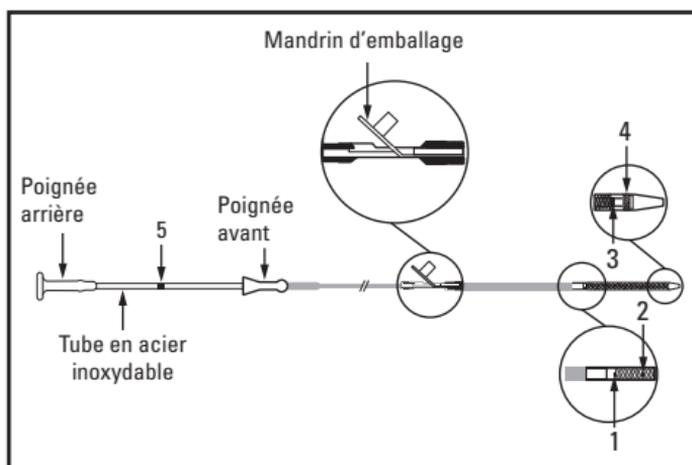

Figure 2. Système de stent biliaire WallFlex RX
Le système de mise en place est conçu avec un tube coaxial. Le tube externe permet de contracter le stent avant son déploiement, puis de le recontracter après son déploiement partiel si un repositionnement est nécessaire. Le tube externe est doté d'une section transparente permettant la visualisation du stent contracté. La zone de transition jaune du tube interne du dispositif de mise en place est visible entre le stent et la gaine externe bleue. Les quatre repères radio-opaques facilitent le déploiement du stent sous radioscopie (Figure 2).
Les deux repères radio-opaques visibles du tube interne du système de mise en place permettent d'identifier les extrémités du stent contracté (Figure 2, n° 1 et 3). Un repère radio-opaque supplémentaire présent entre ces deux repères indique l'endroit à partir duquel le stent ne peut plus être contracté (Figure 2, n° 2). Le quatrième repère radio-opaque visible de l'extrémité antérieure du tube externe indique le niveau de déploiement du stent (Figure 2, n° 4). Le tube interne comporte un repère visuel situé entre les poignées pour faciliter le déploiement du stent (Figure 2, n° 5). Le repère visuel indique le point à partir duquel le stent ne peut plus être contracté. Le tube interne est doté d'une lumière centrale unique pouvant contenir un guide de 0,035 in (0,89 mm).
**Remarque :** NE PAS retirer le mandrin d'emballage de l'extrémité antérieure du dispositif (Figure 2), cela facilite l'accès au guide.